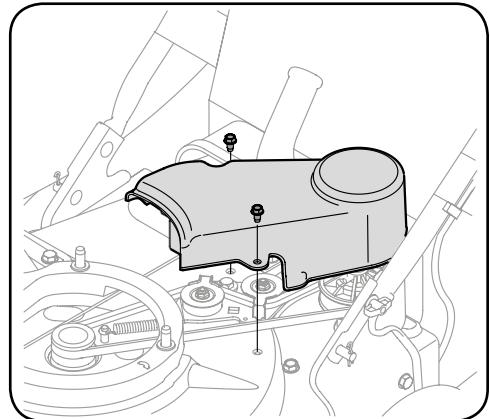

Рисунок 7-2
- Выкрутите три самонарезающих винта, удерживающих крышку ремня, и снимите крышку. См. рисунок 7-2.